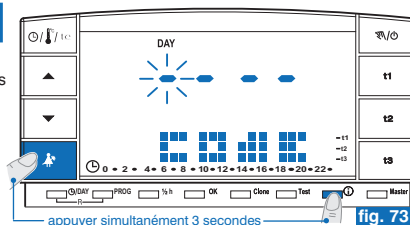

fig. 73
- À partir du fonctionnement normal du chronothermostat, appuyer (environ 3 sec.) sur les touches  et  pour activer un mot de passe. L'inscription **CoDe** s'affichera sur l'écran et le premier tiret à gauche clignotera (fig. 73).
- Si le mot de passe est activé et que vous essayez d'activer une des fonctions protégées, l'écran affichera l'inscription **CodE** et le premier tiret à gauche se mettra à clignoter (fig. 73).
- À partir du fonctionnement normal du chronothermostat, appuyer (environ 3 sec.) sur les touches ▲ et ⓘ. L'inscription **CodE** s'affichera sur l'écran et le premier tiret à gauche clignotera (fig. 73).